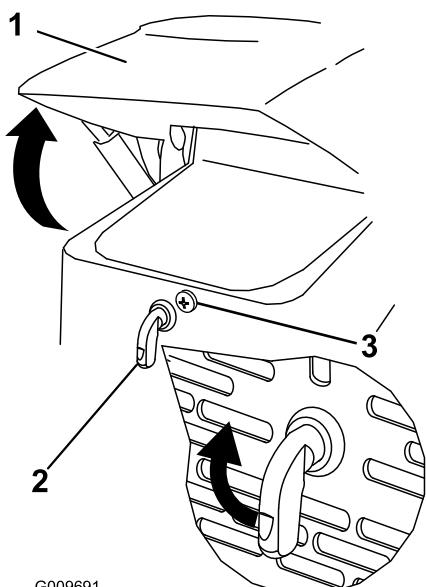

Figura 25
1. Afloje el tornillo de bloqueo del capó (Figura 25).
2. Giro el cierre del capó en el sentido de las agujas del reloj (Figura 25).
3. Levante el capó (Figura 25).
3. Apriete el tornillo de bloqueo del capó para bloquear el cierre (Figura 25).